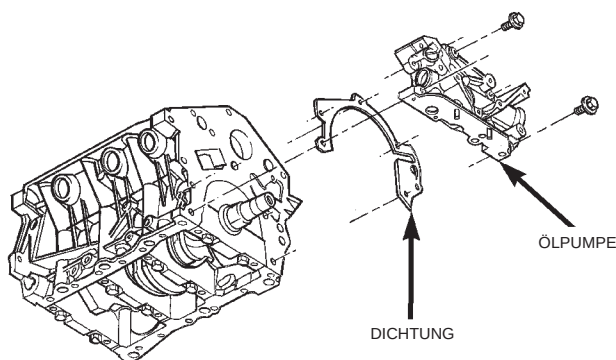

Abb. 92 Ölpumpe—Aus- und Einbau
(2) Antriebsriemen für Zusatzaggregate abnehmen. Siehe entsprechenden Arbeitsgang in Kapitel 7, "Kühlsystem".
(3) Kurbelwellendämpfer demontieren. Zahnriemenabdeckungen abbauen. Siehe betreffenden Arbeitsgang in diesem Kapitel.
(4) Zahnriemen abnehmen. Siehe betreffenden Arbeitsgang in diesem Kapitel.
(5) Kurbelwellenrad abbauen. Siehe entsprechenden Arbeitsgang im Abschnitt "Ein- und Ausbau/Vorderer Wellendichtring" in diesem Kapitel.
(6) Ölwanne herausdrehen. Siehe entsprechenden Arbeitsgang in diesem Abschnitt.
(7) Ölaufnehmerrohr herausdrehen.
(8) Befestigungselemente und Pumpe und Dichtung vom Motor ausbauen (Abb. 92).